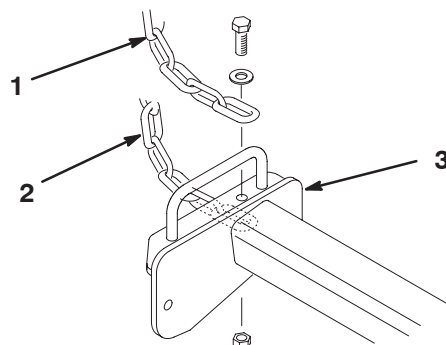

Figure 11
3. Fixez la chaîne de basculement en haut des bâti porteurs des plateaux de coupe de 27" et en bas des bâti porteurs des plateaux de coupe de 32" à l'aide d'une vis d'assemblage, d'une rondelle et d'un contre-écrou (Fig. 11).